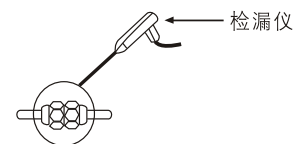

图37
- 3 用⑬塑料绝缘带把铜管和连接电缆包起来。
- 4 在接口处用检漏仪或者肥皂水来检查是否有泄漏。（如图37）